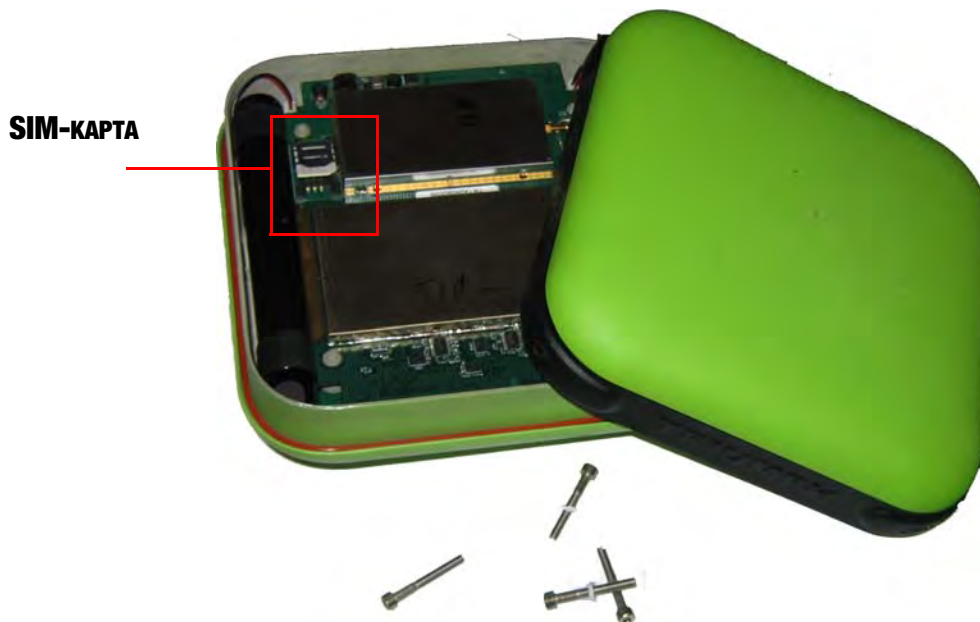

Рисунок 10. Установка второй SIM-карты
2. Откройте нижнюю часть корпуса, отвинтив 4 винта (Рис. 10 на стр. 30)